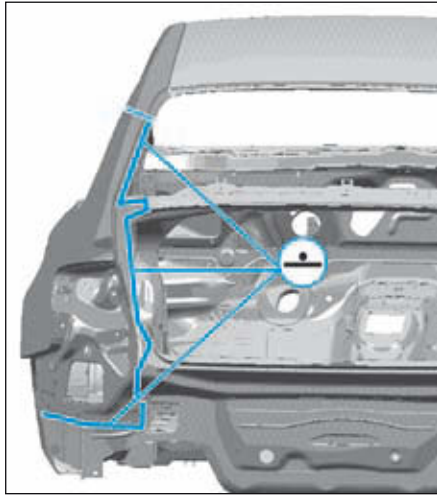
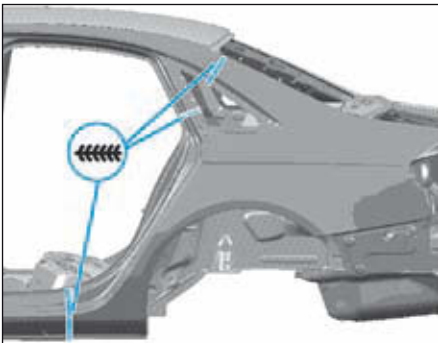
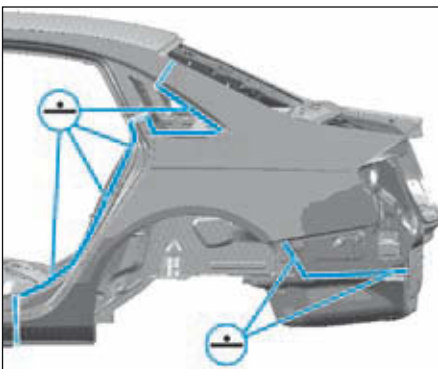

FIG.114
FIG.112
FIG.113
- Ajuster et souder comme illustré (Fig.112), (Fig.113) et (Fig.114).